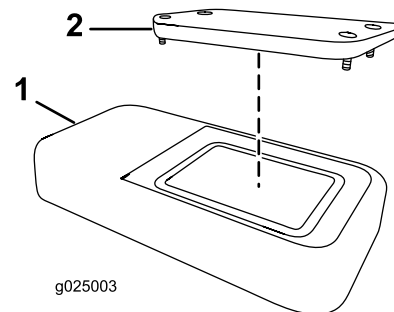

Figura 63
2. Remova a tampa (Figura 63).